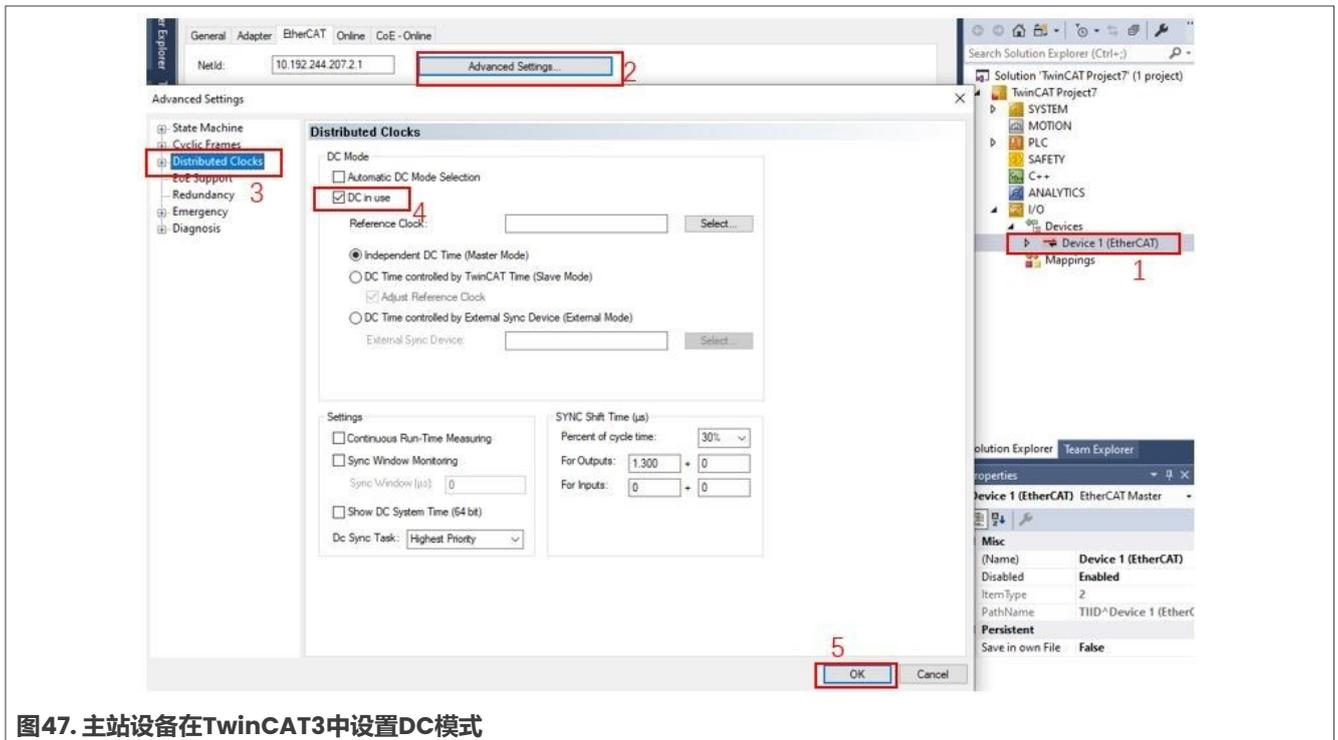

图47. 主站设备在TwinCAT3中设置DC模式
2. 在TwinCAT3中配置主站DC模式。在TwinCAT3中设置主站DC模式的步骤如图47所示。